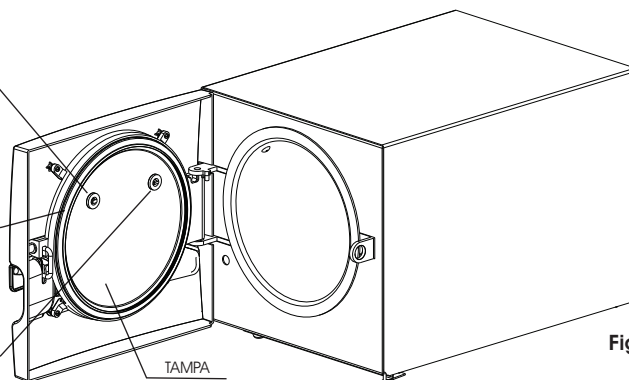

Fig.6
- 2► **TAMPA** - Fica logo atrás do painel, é injetada em alumínio e é responsável pelo fechamento da câmara da autoclave (Fig. 6, pág. 9).
- 7► **VÁLVULA DE SEGURANÇA E VÁLVULA ANTI-VÁCUO** - A válvula de segurança é um dos dispositivos responsáveis para aliviar a pressão da câmara caso ultrapasse 2,7 kgf/cm². A válvula anti-vácuo tem a mesma função, aliviando o vácuo da câmara quando houver (Fig.6).
Atenção! Durante o funcionamento da autoclave é perfeitamente normal ouvir alguns ruídos, que são produzidos pela abertura e fechamento das válvulas, desaeração e despressurização, que fazem parte do adequado funcionamento do equipamento. O anel de vedação (Figs. 5 e 6), a válvula de segurança e a válvula anti-vácuo (Fig. 6) são mecanismos de segurança que quando ativados liberam pressão automaticamente, produzindo ruídos relativamente altos.